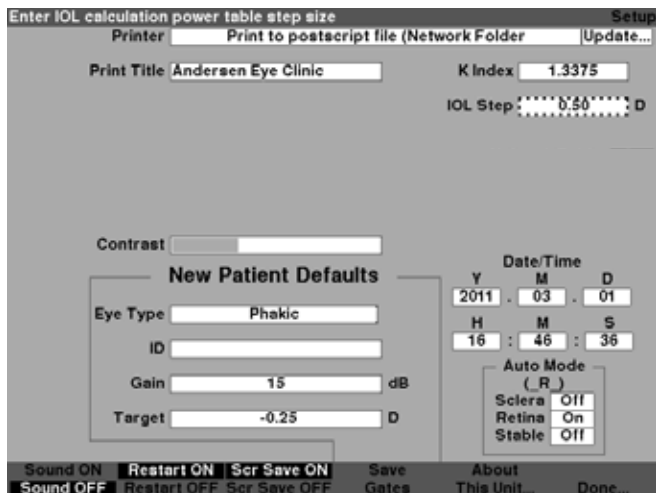

Figura 5-61 Campo de etapa de LIO ativado
2. Pressione o botão giratório ou o botão \surd para ativar o campo, indicado pela borda tracejada conforme mostrado na Figura 5-61.